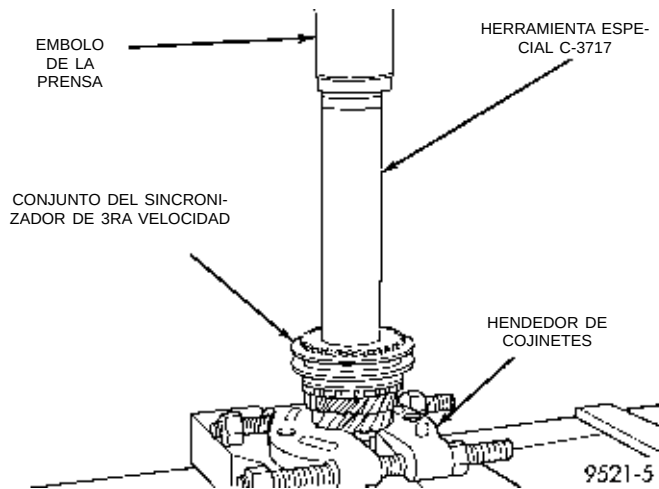

Fig. 90 Prensa sobre la maza del sincronizador de 3ra velocidad
(1) Coloque el eje impulsor en la prensa de taller.
(2) Instale el cojinete de agujas de jaula de 3ra velocidad en el eje impulsor.
(3) Instale el engranaje de 3ra velocidad y el sincronizador de 3-4 en el eje impulsor. Instale la herramienta N° C-3717 sobre el eje impulsor y oprima la maza del sincronizador y el engranaje de 3ra (Fig. 90). La maza del sincronizador tiene la letra **U** estampada en la cara superior de la misma. Esta letra indica que la maza debe instalarse con la **U** hacia arriba.